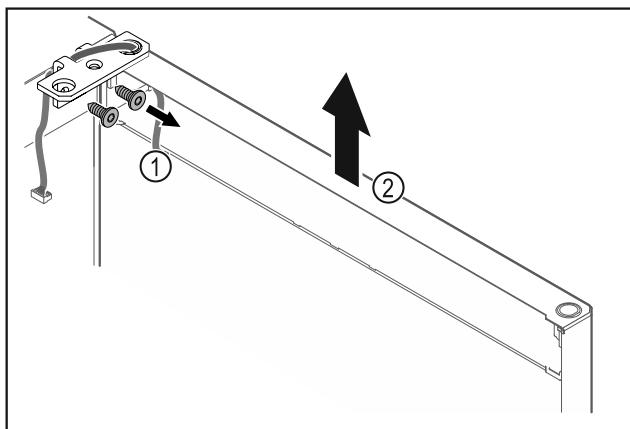

Fig. 25
- ▶ Odvignite kutne šarke Fig. 25 (1).
- ▶ Dignite vrata s kutnim šarkama Fig. 25 (2) cca 200 mm ravno prema gore i skinite ih.